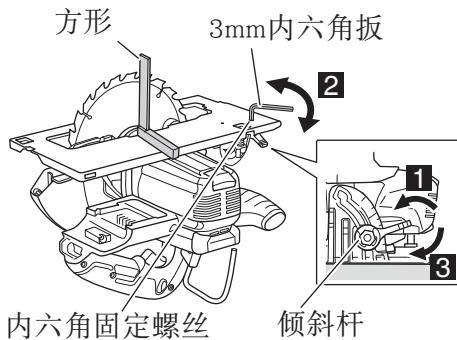

图43
6. 调整底座和锯片以保持垂直(图43)
(1) 将底座面朝上（图43）并松开倾斜杆。
(2) 在底座和锯片上放置一把直角尺，用3mm的内六角扳手转动内六角螺丝，移动底座的位置以产生所需的直角。